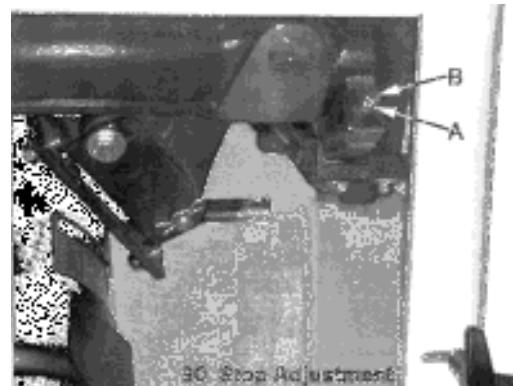

Рис. 20
5. Если пильный диск не под углом 90 градусов, откройте дверь крышку двигателя, ослабьте контргайку (А см. рис. 20) и поверните стопорный винт регулировки (В, рис. 20) на передней цапфе во внутрь или наружу. Регулировочный винт следует прекратить вращать на переднем кронштейне цапфы, когда пильный диск находится в 90° к столу.
9. Проверьте правильность указателя (С, рис. 20) на угол масштаба и скорректируйте, если это необходимо.